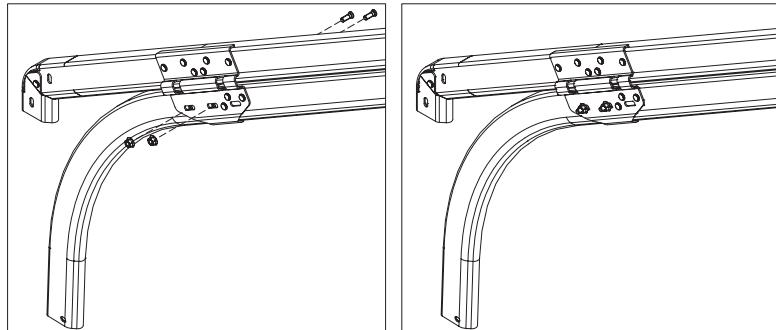

Рис. 13.1
- 1) собрать горизонтальную направляющую с радиусным профилем. Для закрепления радиусного профиля к соединительной пластине горизонтальной направляющей необходимо установить два пресс-болта M6x16 и гайки с буртиком (рис. 13.1).